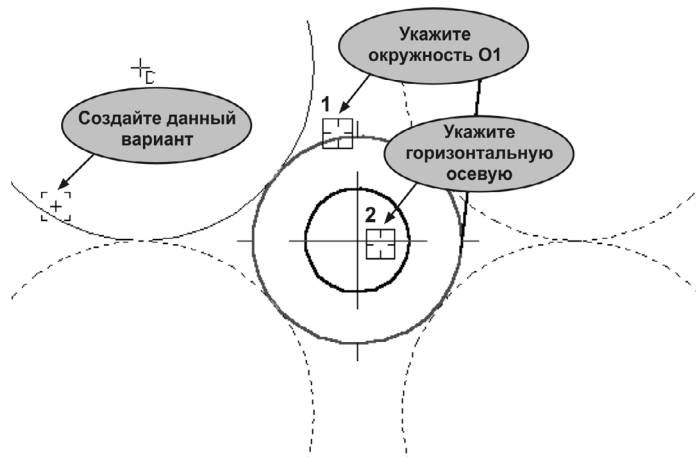

Рис. 29.8. Указание объектов для построения касательной окружности
2. С помощью команды **Увеличить масштаб рамкой** увеличьте участок детали, как это показано на рис. 29.8.
5. Выберите левый верхний вариант (рис. 29.8), щелкнув по нему мышью.